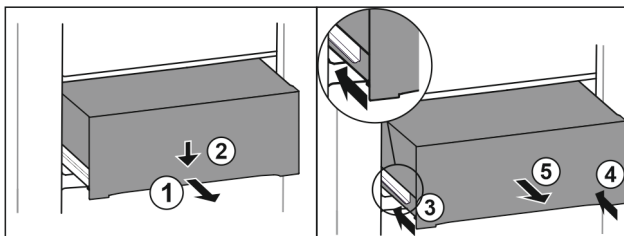

Fig. 110
- Trekk skuffen ut halvveis. Fig. 110 (1)
- Skyv skuffen foran nedover. Fig. 110 (2)
- Sett inn den venstre skinnen ca. 2 cm. Fig. 110 (3)
- Sett inn den høyre skinnen ca. 2 cm. Fig. 110 (4)
- Ta ut skuffen framover. Fig. 110 (5)